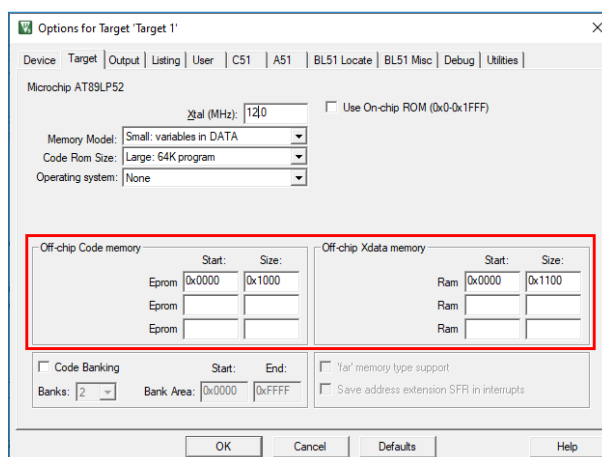

Рисунок 9. Установка размеров памяти ОЗУ и ПЗУ в настройках проекта
3. В настройках проекта («Alt+F7») во вкладке «Target» необходимо установить размеры памяти ОЗУ и ПЗУ (Рисунок 9):